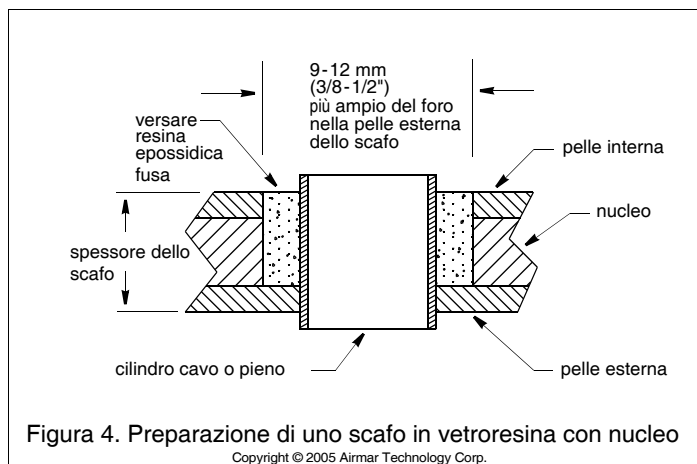

Figura 4. Preparazione di uno scafo in vetroresina con nucleo
2. Utilizzando una sega a tazza da 51mm o 2", ritagliate il foro dall'esterno dello scafo attraversando esclusivamente la pelle esterna (Figura 4).